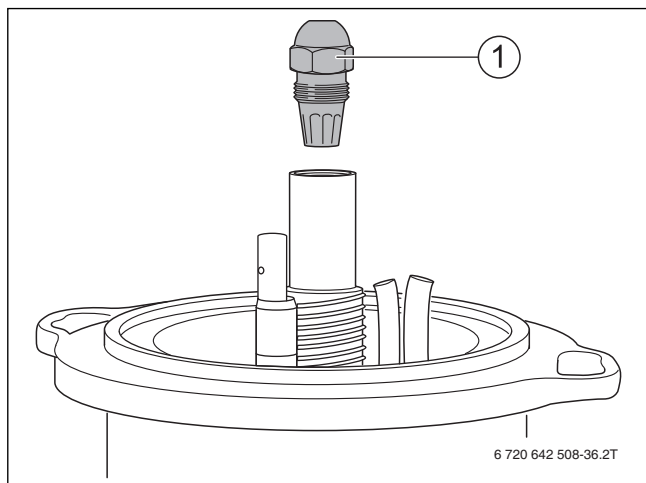

Рис. 37 Отвернуть форсунку
- Отверните форсунку (→ рис. 37, стр. 21).